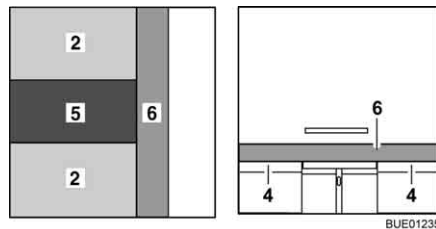

Bild 93 Efter ombyggnaden
- Lägg extradynan (Bild 93,5) på bordet.
- Placera den extra dynan (Bild 93,6) på sänglådornas förlängning (Bild 93,4).